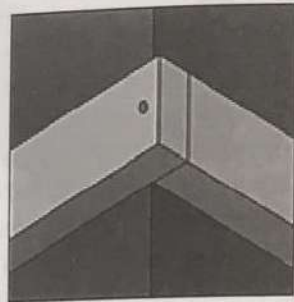
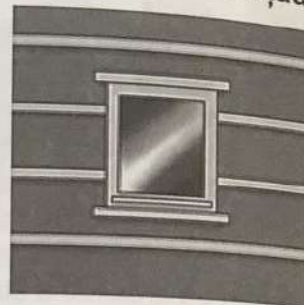

Fig. 15.25
Fig. 15.26
1. Riglele principale orizontale ale grătarului de șipci se fixează pe peretele portant cu ajutorul diblurilor respective sau altor elemente de fixare (în dependență de materialul suprafeței). Secțiunea transversală a riglelor principale ale grătarului de șipci trebuie să fie de 24x60 mm. Pentru îmbunătățirea izolării termice a peretelui, spațiul dintre riglele principale ale grătarului de șipci poate fi umplut cu material pentru izolare termică exterioară. La colțuri riglele de bază se fixează cu ajutorul șuruburilor (fig. 15.25). În preajma golurilor se execută căptușirea suplimentară din rigle de aceeași secțiune. În partea de sus și de jos a golului se fixează rigle suplimentare (fig. 15.26).